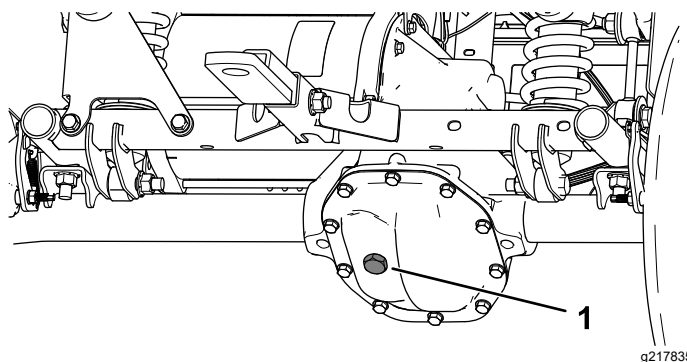

Figura 51
4. Tire o tampão de enchimento do conjunto eixo-tranmissão (Figura 51).
5. Se o nível de fluido estiver baixo, retire o tampão de enchimento e adicione o fluido especificado até sair pelo furo (Figura 51).
4. Retire o tampão de enchimento na transmissão e encha a transmissão com o fluido especificado até que saia pelo furo de enchimento (Figura 51).